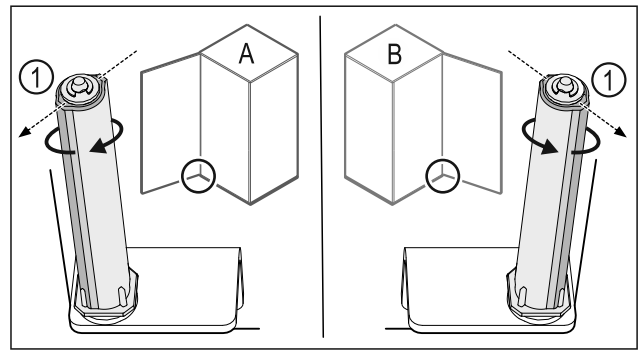

Fig. 45 Μεντεσέδες αριστερά (A) / Μεντεσέδες δεξιά (B)
- Περιστρέψτε το σύστημα κλεισίματος κόντρα στην αντίσταση, μέχρι ο κορμός του συστήματος κλεισίματος Fig. 45 (1) να είναι στραμμένος προς τα έξω.